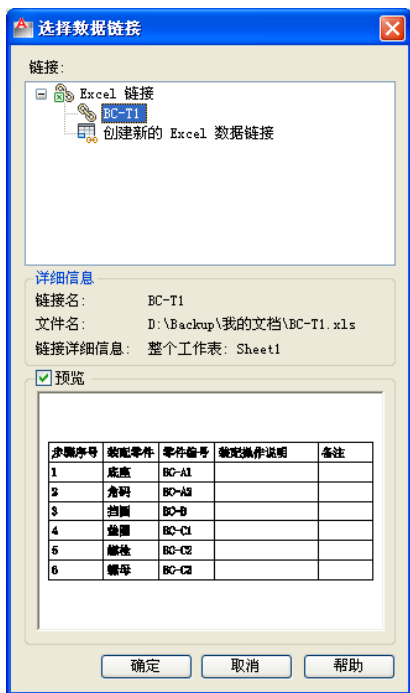

图 7-19 “选择数据链接”对话框
(6) 单击“新建 Excel 数据链接”对话框中的“确定”按钮，此时弹出“选择数据链接”对话框，如图 7-19 所示。